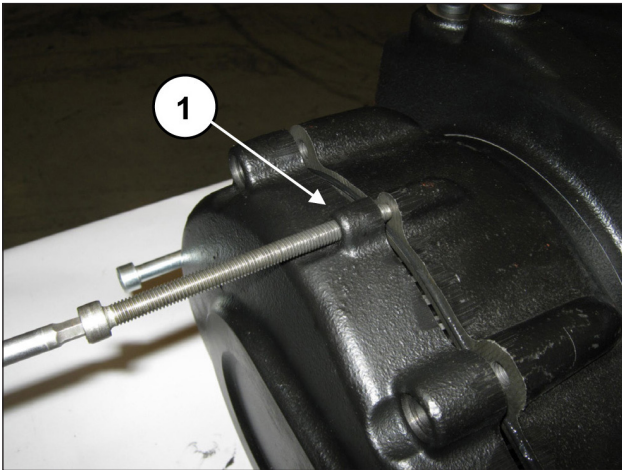

Fig. 6
Visser progressivement les 3 vis M8 (rep. ①, Fig. 6) faisant office d'extracteurs jusqu'à ce que le groupe complet couvercle/pignon soit détaché